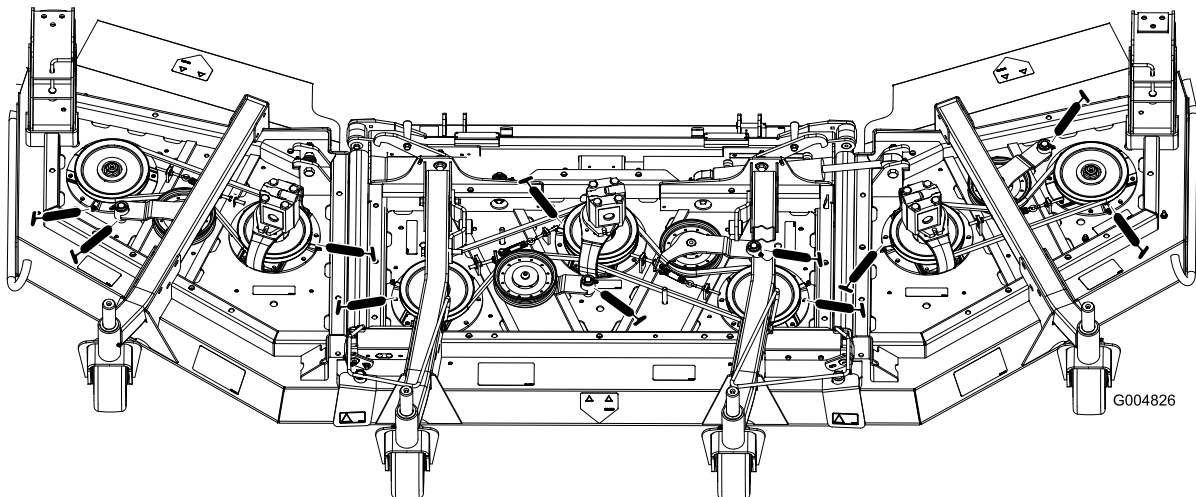

Bild 70
- Drei Spindelwellenlager (unter der Riemenscheibe) (Bild 70)
- Zwei Spannarm-Drehbüchsen (Bild 70)